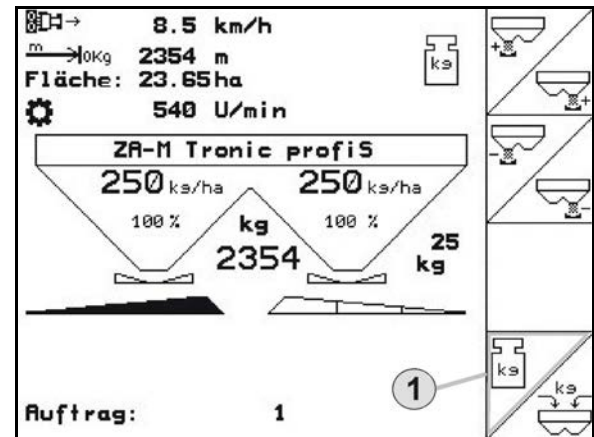

図 37
- 作業メニュー: 自動肥料キャリブレーションを選択します (図 37/1)。